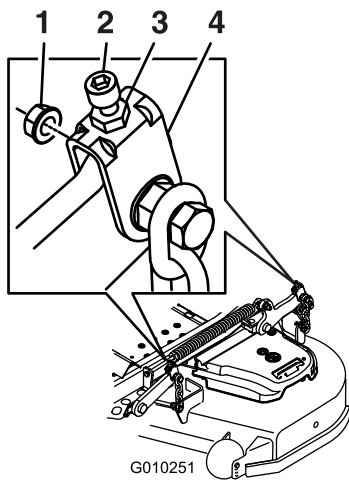
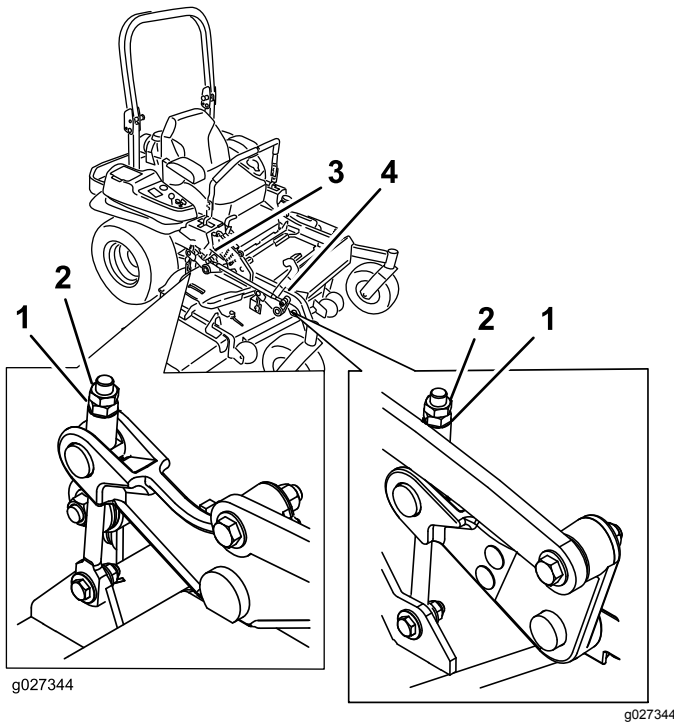

Figura 114
Figura 115
10. Gire la tuerca de ajuste del conjunto de elevación de la carcasa delantera para modificar la altura (Figura 114 o Figura 115).
16. Gire el tornillo de ajuste hasta obtener una altura de 8.3 cm ($3\frac{1}{4}$ ") (Figura 115).